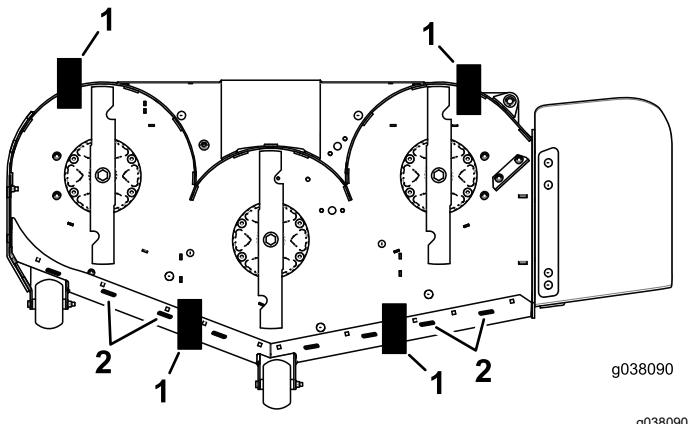

Figura 97
11. Coloque 2 bloques (ver Altura de bloque y soporte) debajo del borde trasero del faldón de la carcasa de corte, uno en cada lado de la carcasa de corte (Figura 97).